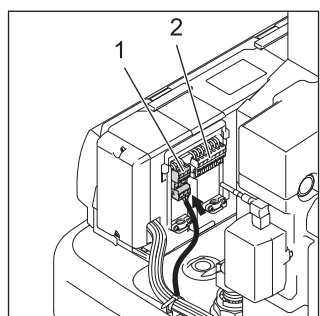

Fig. 4-21 Realizzare i collegamenti elettrici sul retro dell'alloggiamento (vedere sezione 4.4.1) herstellen.
- Collegare la pompa di calore esterna alla morsetteria XAG1 (vedere fig. 4-21, fig. 4-23).